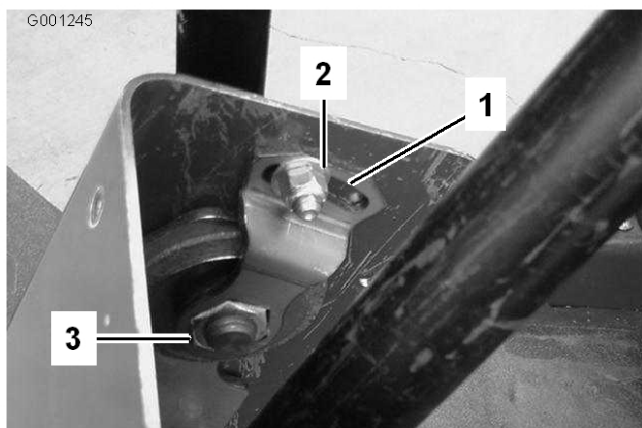

Bild 68
2. Schieben Sie die Abdeckung auf der Lenkwelle nach oben, um die Schwenkhalterung freizulegen (Bild 68).
3. Lösen Sie die kleine Mutter und drehen Sie die Schwenkhalterung, bis die große Mutter unten angezogen ist (Bild 68).